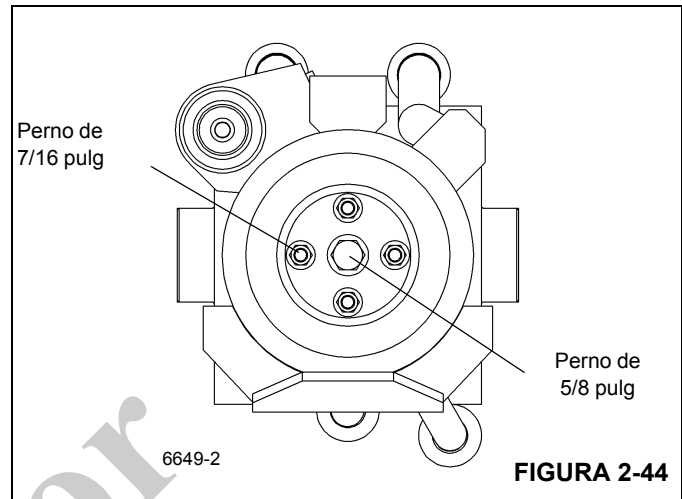

FIGURA 2-44
15. Cubra las roscas del perno de 5/8 pulg con Loctite 290. Instale la placa del extremo de la varilla y fjela al extremo de la varilla interior usando el perno de 5/8 pulg y la arandela. Apriete el perno a un par de 144 a 156 lb-pie (195 a 211 Nm) (Figura 2-44).
16. Instale los pernos de 7/16 pulg y arandelas en la placa de retención de la varilla interior. Apriete los pernos a un par de 48 a 52 lb-pie (65 a 70 Nm) (Figura 2-44).